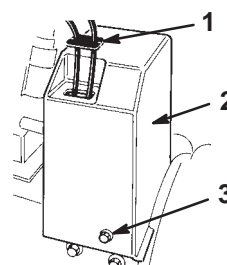

Figure 5
3. Boulon à embase (3)
15. Enfilez la protection sur les câbles et dans l'orifice du couvercle de courroie (Fig. 5).